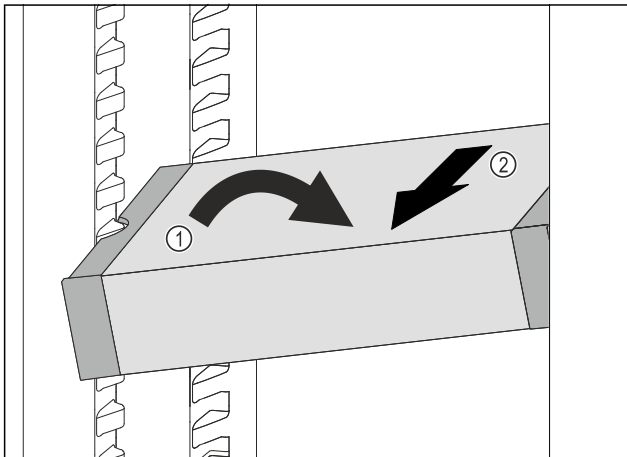

Fig. 89
- ▶ Расположите VarioSafe в холодильном отделении под наклоном. Fig. 89 (1)
- ▶ Извлеките VarioSafe движением вперед. Fig. 89 (2)